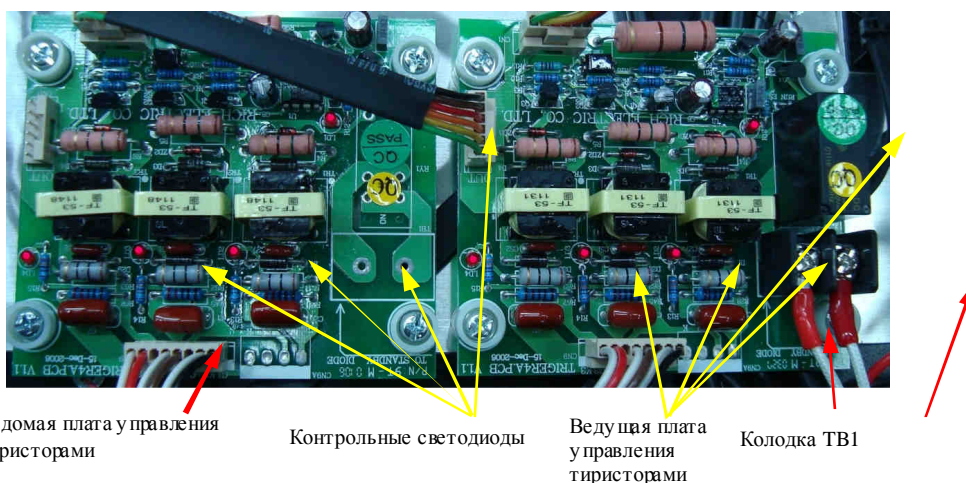

Рис. 4.12
4.9.2. Подать напряжения ~220 В и =540 В на плату драйверов. Проконтролировать свечение дисплея на пульте управления с надписью «Опорная частота XX.X Гц» и всех контрольных светодиодов (по 4 шт.) на ведущей и ведомой платах управления тиристорами (рис. 4.12).
4.9.4. Подключить мультиметр в режиме измерения сопротивления к клеммам колодки ТВ1 в ведущей платы управления тиристорами (рис. 4.12): показания прибора должны соответствовать обрыву цепи.